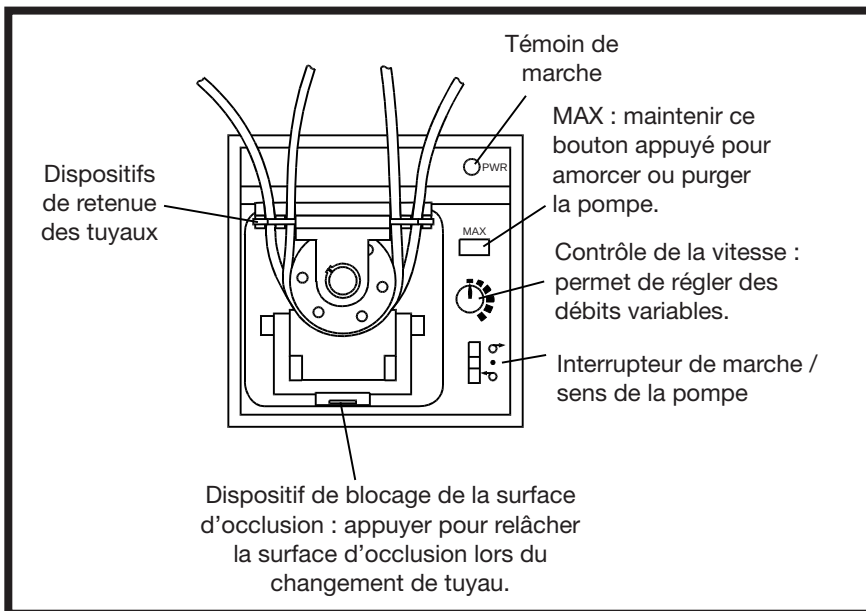

Figure 2. Pompe — Panneau avant
La commande de vitesse réglable à un seul tour (voir figure 2) permet d'obtenir un débit variable. Le témoin vert de marche s'allume lorsque la pompe fonctionne. L'interrupteur de marche et de sens permet d'allumer la pompe lorsque le sens horaire ou antihoraire du rotor est sélectionné. Le bouton MAX sert à l'amorçage et à la purge, et permet de faire fonctionner la pompe à la vitesse maximale lorsqu'il est enfoncé.
1. Placer l'interrupteur de marche/sens de la pompe (figure 2) en position centrale (sur « Off »).